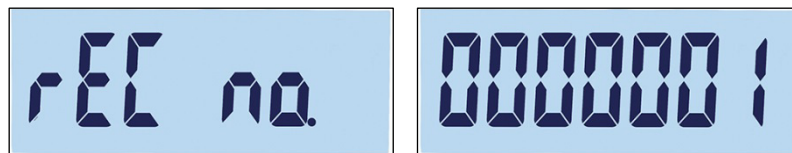

Abbildung 3-45: Bildschirm „rEC no.“ und Einstellung der Datensatznummer
2. rEC no. erscheint kurz auf der Anzeige, danach wird der Bildschirm zur Bearbeitung der Datensatznummer angezeigt (Abbildung 3-45). Das Terminal kann bis zu 10 Datensätze speichern. Standardmäßig bietet das System die nächste verfügbare Nummer an.